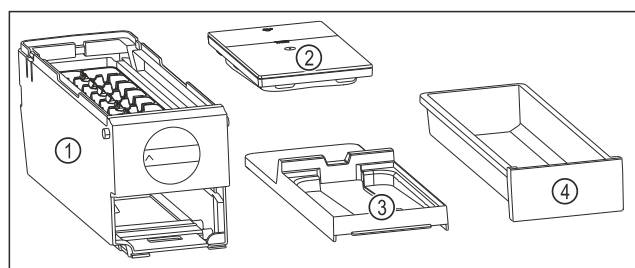

Fig. 143 Composants de l'EasyTwist-Ice
- ▷ L'EasyTwist-Ice est démonté en quatre parties. (voir Fig. 143)
- ▶ Ne démonter l'EasyTwist-Ice que de la manière illustrée. (voir Fig. 143)
- ▶ Nettoyer le corps de l'EasyTwist-Ice Fig. 143 (1) dans son ensemble.